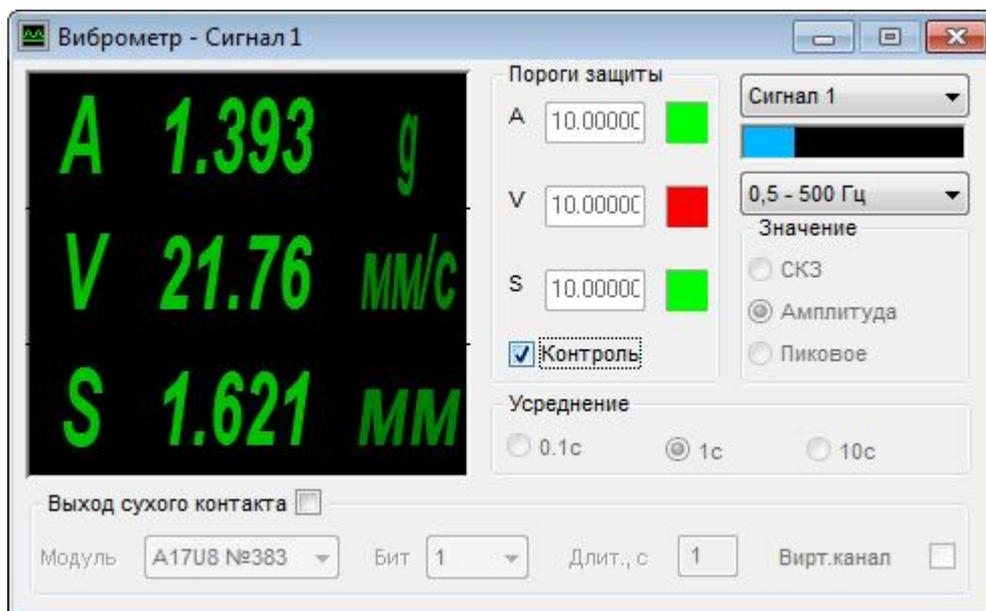

Рисунок 9.3. Реакция программы «Виброметр» на превышение контрольного уровня
В рамке «**Пороги**» необходимо установить предельно допустимые значения виброускорения (A), виброскорости (V) и виброперемещения (S). В рамке «**Значение**» необходимо выбрать тип контролируемой (измеряемой) величины. Это могут быть среднеквадратические (СКЗ), амплитудные или пиковые значения. В выпадающем меню под индикатором уровня необходимо выбрать полосу измерений. Первое число в паре показывает частоту среза фильтра низких частот, второе показывает частоту среза фильтра верхних частот. Виброметр может занижать показания на частотах близких к частотам среза, особенно при синусоидальной вибрации. В рамке «**Усреднение**» необходимо выбрать временной интервал усреднения измеряемых значений. В случае измерения среднеквадратических (СКЗ) значений возможно «**Быстрое (0,1 с)**» или «**Медленное (1 с)**» усреднение. В случае измерения **пиковых** значений возможно только «**Быстрое (0,1 с)**» усреднение. Далее необходимо включить галочку «**Контроль**». Справа от каждого заданного порога находятся индикатор состояния. Зеленый индикатор означает, что измеряемый параметр не превышает заданный порог. При превышении порога по любой из величин индикатор меняет цвет на красный (рисунок 9.3). При этом система управления автоматически выключает выходной сигнал с Генератора.